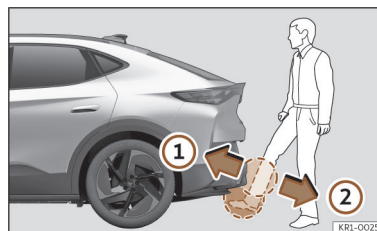

Fig. 80 Porta da bagageira com abertura controlada por sensor (Easy Open)
- Com um movimento rápido, aproxime o pé e a parte inferior da perna o mais possível ao para-choques. A parte inferior da perna tem que aproximar-se da zona do sensor superior, e o pé da zona do sensor inferior >>> Fig. 80 ①.
- Retire rapidamente o pé e a parte inferior da perna das zonas dos sensores >>> **Fig. 80 ②**. A porta da bagageira abre-se automaticamente.